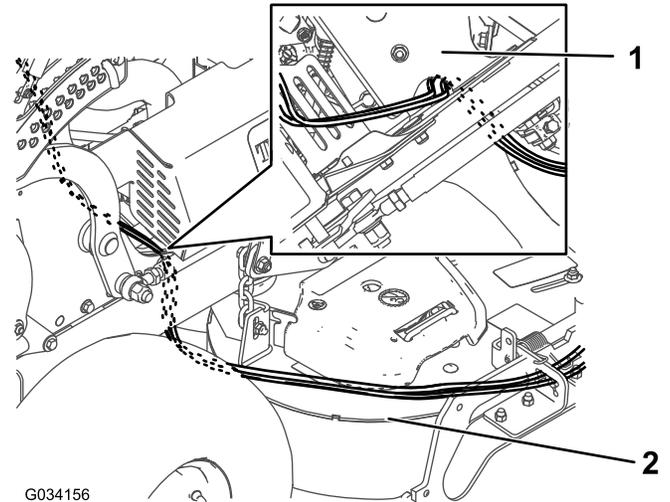

Figura 6
2. Enrute los cables a través de la placa del motor y a través de la carcasa de corte, como se muestra en Figura 6.